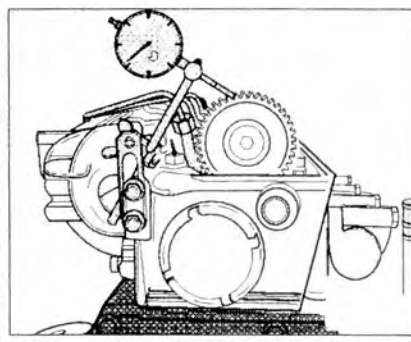

Рис. 4.33. Определите свободный ход, одновременно придерживая промежуточный вал и вращая распределительный вал.
8. Теперь определите свободный ход, одновременно придерживая промежуточный вал и вращая распределительный вал (рис. 4.33).